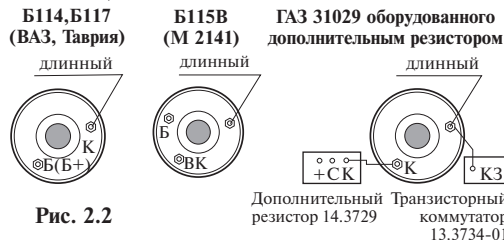

Рис. 2.2
**Карбюраторный двигатель** - длинный желтый провод выведите под капот и подключите к выводу катушки зажигания, соединенному с прерывателем (для контактной системы зажигания) Рис. 2.2
- коммутатором (для бесконтактной системы зажигания). Рис. 2.2.